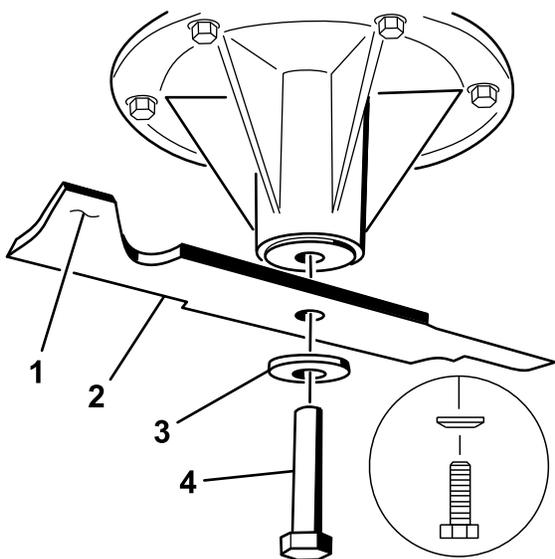

Figura 106
- Montate la lama sull'asse del fusello (Figura 106).
- Montate il disco elastico e il bullone della lama (Figura 106).
Nota: Il cono del disco elastico deve essere rivolto verso la testa del bullone (Figura 106).